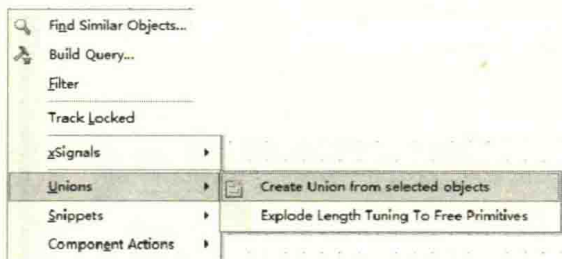

图 11-38 创建“联合”
(5) 导入之后，如果对大小不是很满意，可以通过创建“联合”来进行调整。
① 框选导入之后的 Logo，单击鼠标右键，选择执行命令“Unions>Create Union from selected objects”，创建好“联合”，如图 11-38 所示。